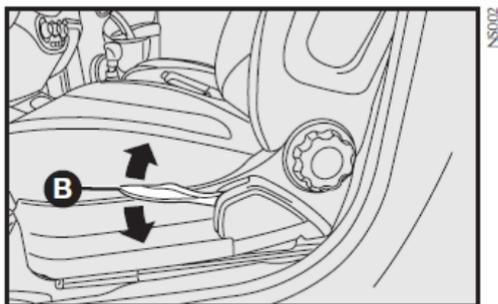

fig. 11
Regulación del respaldo del asiento trasero - fig. 11
- desbloquee el respaldo del asiento trasero a través de las palancas laterales A-fig. 11, en la dirección de la flecha;
- coloque el respaldo en uno de los encajes de la traba B-fig. 11 actuando en las palancas laterales y empuje el respaldo, cerciorándose de que esté totalmente bloqueado.